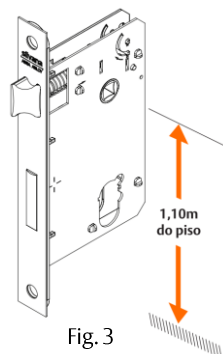

Fig. 3
1. Posicione a máquina (C) a 1,10 metros do piso para uma melhor ergonomia (Fig.3).
2. Utilizando um lápis, marque na porta o contorno da máquina (C) e os furos de passagem do cilindro e das maçanetas. Esta ação visa delinear a área que vai receber as furações para encaixe da máquina (C) e do cilindro (D).
3. Dentro dos limites marcados no segundo passo, realize as furações na porta tanto para o alojamento da máquina (C) na porta quanto da haste (E) e do cilindro (D).
4. Remova toda a serragem da porta e, com a máquina alojada na furação, marque os limites da testa (I) da máquina na porta.
5. Com as ferramentas adequadas, faça um rebaixo para encaixe da testa (I) e falsa testa (B) na porta (ambas precisam ficar alinhadas com a face da porta);
6. Encoste a porta no batente para marcar os furos do trinco e da lingueta. Note que esta furação deve considerar a lingueta totalmente expandida. Posicione a contra testa (A) no batente e marque o furo de passagem do trinco, da lingueta e o contorno da contra testa (A);
7. Realize as furações, remova toda a serragem e fixe a contra testa (A) no batente com os parafusos fornecidos;
8. Insira a máquina no alojamento da porta, coloque o cilindro (D) na máquina e, com a chave, verifique se o cilindro (D) está acionando o trinco e a lingueta;